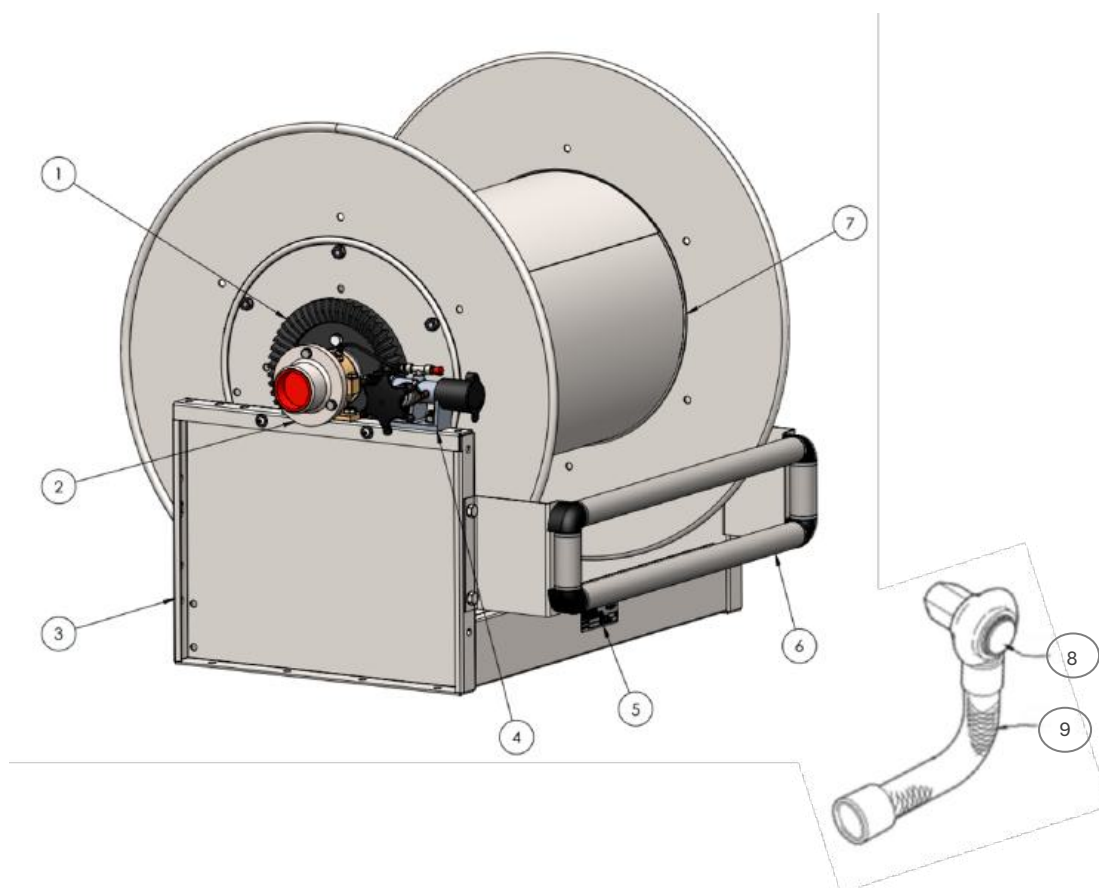

Figura 1 - Enrollador de manguera de rebobinado manual (Protector de cadena desmontado)
- 3.1.2.1 El enrollador de manguera básico consta de un conjunto de tambor colocado en el centro y soportado por dos cojinetes en el bastidor del enrollador de manguera, véase **Figura 1 - Enrollador de manguera de rebobinado manual**.